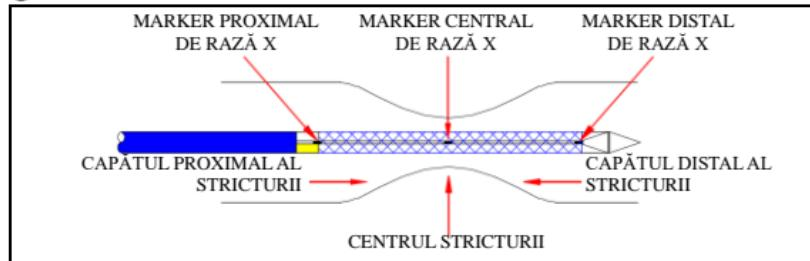

Figura 4
- Atunci când markerul central de raze X ajunge în centrul stricturii întărită, continuați să trageți înapoi conectorul în formă de până când stentul este complet instalat. (A se vedea Figura 4, 5)